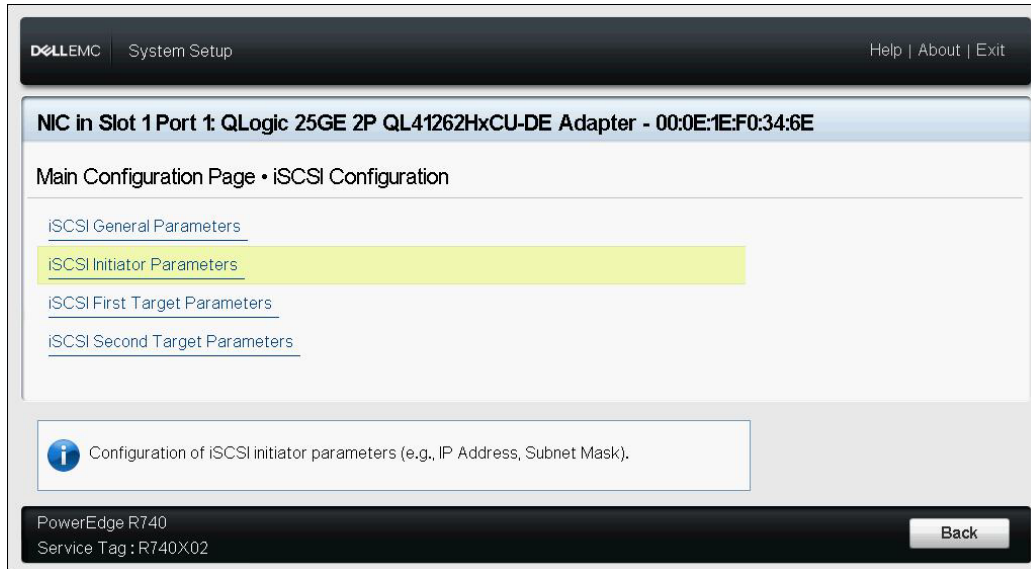

Ilustración 6-8. System Setup: Selecting iSCSI Initiator Parameters (Configuración del sistema: Selección de los parámetros del iniciador iSCSI)
5. Seleccione **iSCSI Initiator Parameters** (Parámetros del iniciador iSCSI) (Ilustración 6-8) y, a continuación, pulse INTRO.